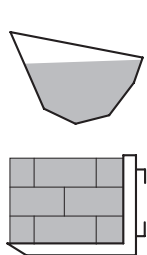

Fig. 1
- Максимальный уровень загрузки навесного оборудования сыпучими грузами не должен превышать высоту нижнего борта, а уровень штучных грузов — высоту задней стенки (рис. 1).